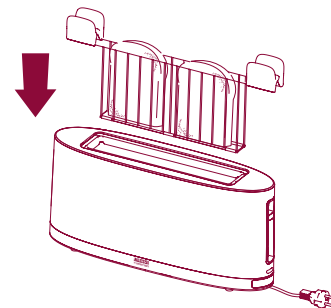

Abb. 14
- 2 Schließen Sie den Einsatz und setzen Sie ihn in den Toaster ein (Abb. 14).